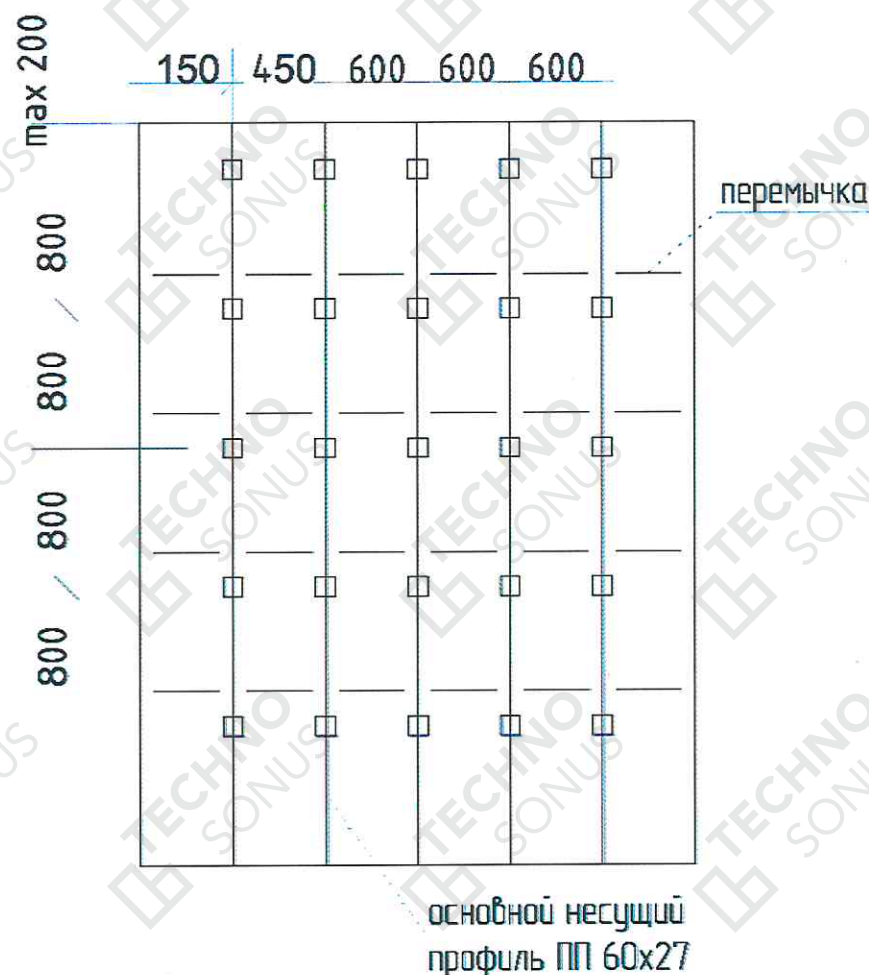

Рисунок 17 – Схема расположения виброподвесов Сонокреп
6.4. В соответствии с разметкой крепим на изолируемую поверхность виброподвесы Сонокреп ЕП20/М6 с помощью фиксирующих крепежных элементов (фиксирующие крепежные элементы подбираются самостоятельно в зависимости от состава изолируемого основания, функциональности помещения и требований к безопасности). Первый виброподвес устанавливается от стены на расстоянии 150 мм вдоль которой будет крепиться основной (несущий) профиль, от перпендикулярной стены отступаем не менее 200 мм. Следующий ряд виброподвесов устанавливается через 450 мм от первого ряда. Далее шаг профилей 600 мм параллельно основным профилям. Шаг виброподвесов 800 мм по основному профилю. На перемычки виброподвесы не устанавливаются (рисунок 17).